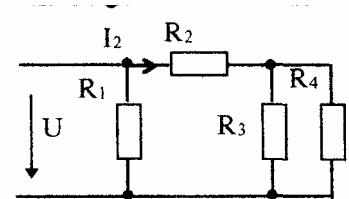

Рис. 2.11.
2.7.16. Визначити струм I_2 , якщо $R_1=10\text{ Ом}$, $R_2=6\text{ Ом}$, $R_3=R_4=8\text{ Ом}$, $U=10\text{В}$ (Рис. 2.11).